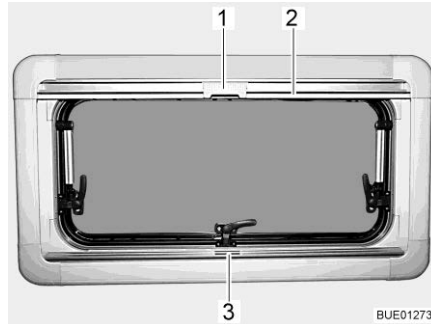

Bild 118 Överkantshängt fönster
Stänga: ■ Ta tag i mitten på plisségardinens list (Bild 118,3) och drag den nerifrån och uppåt och släpp den vid önskad höjd. Plisségardinen stannar på denna höjd.
Stänga: ■ Drag, med listen, (Bild 118,2) ner insektsnätet tills listen stöter mot plisségardinen (Bild 118,3).
■ Lås fast insektsnätets spärr (Bild 118,1) på plisségardinens list.
Öppna: ■ Tryck spärren (Bild 118,1) upptill på insektsnätet bakåt.
■ För långsamt tillbaka insektsnätet med listen (Bild 118,2).